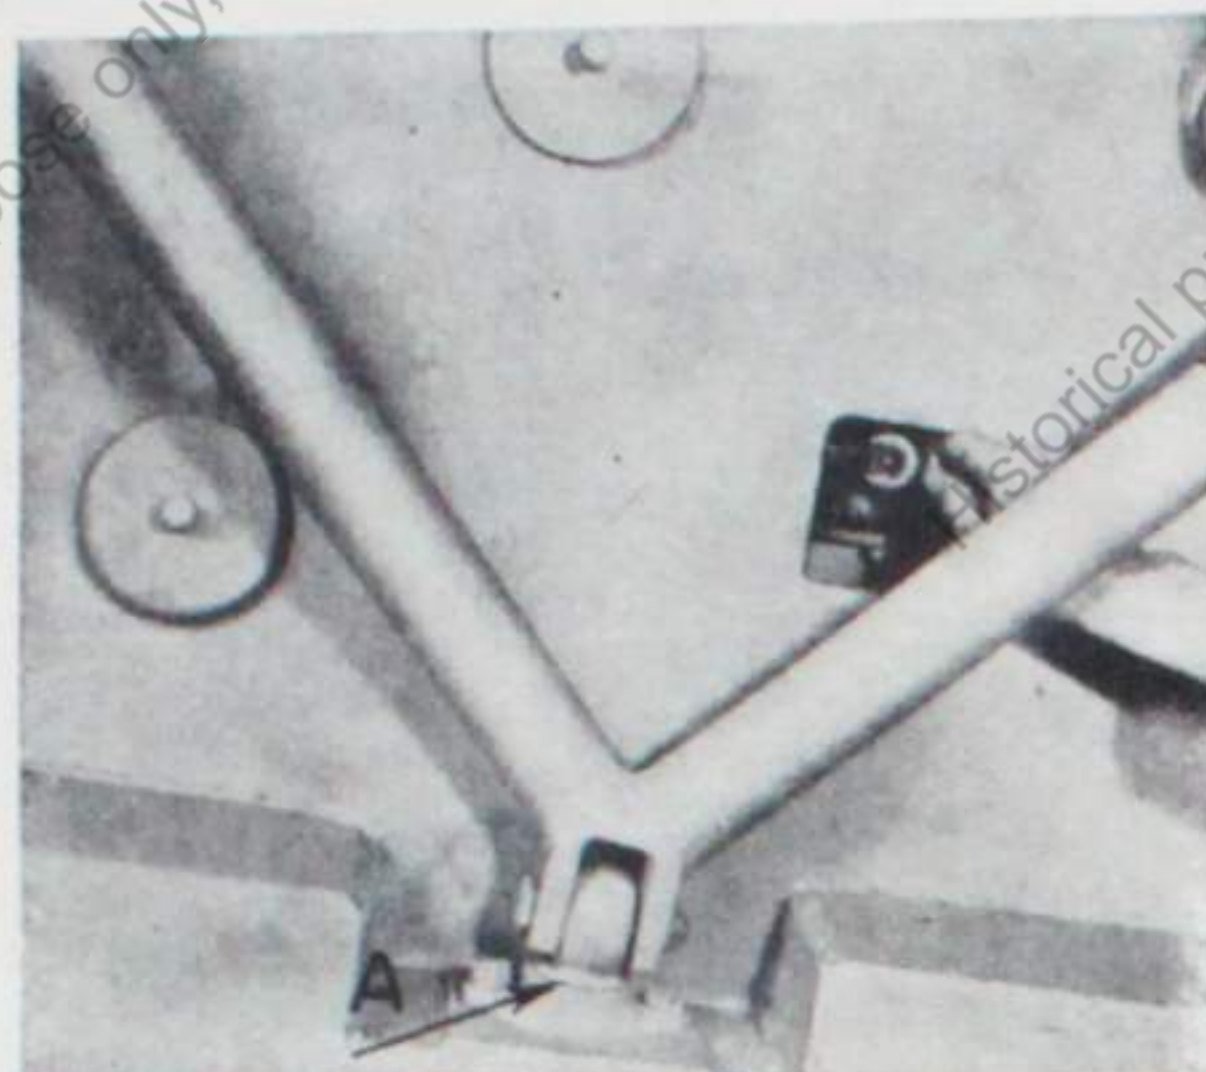

Bild 10
a) **Ablassen des Kühlwassers** durch den Ablaufhahn unten am Ölkühler, durch eine Bodenluke (Bild 10, Deckel mit Schraubenschlüssel 17 mm) zugänglich.